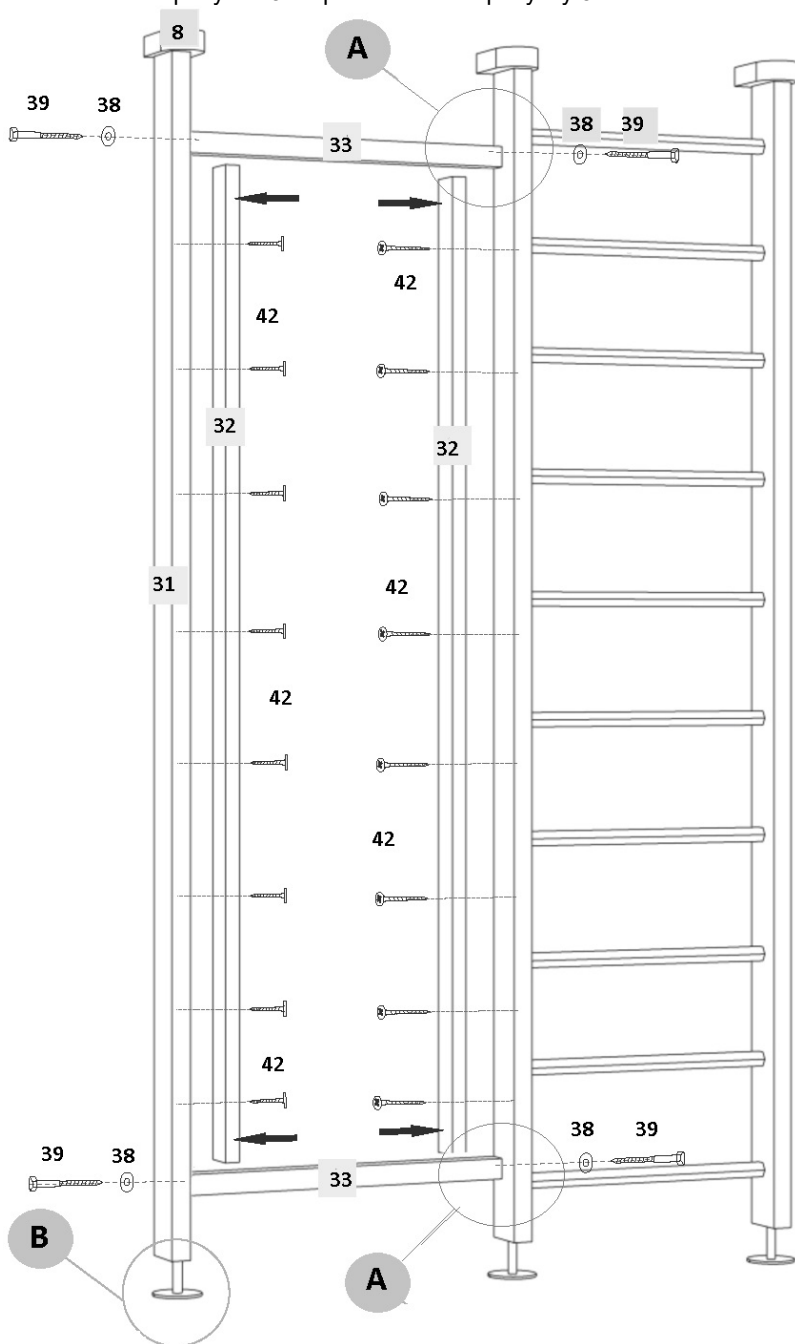

Рисунок 5
Рисунок 5 примечание А.
Рисунок 5 примечание В
- 4.3.4 Установить стойку (№31) вертикально болтами-домкратами (№5) на опоры нижние (№7) и шайбу (№41) (Рисунок 5 примечание В)
4.3.5 На верхних конце стойки установить декоративный упор (№8) (Рисунок 5).
4.3.6 Выворачивая винты домкратные (№5) (не более 7мм!!!) закрепить стойку между полом и потолком и закрепить фиксирующей гайкой (№6) (Рисунок 5 примечание В)